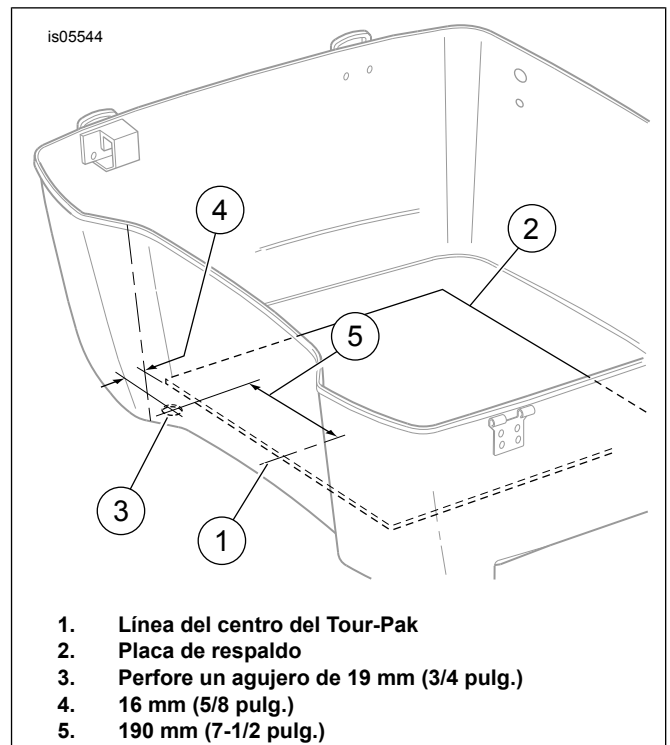
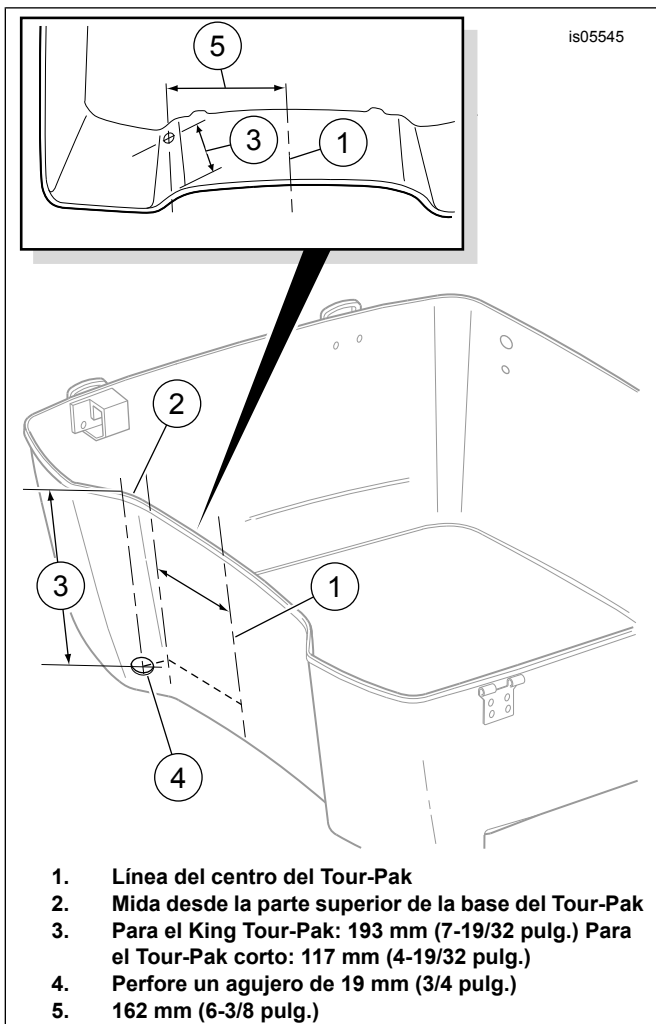

Figura 2. Ubicación de la perforación para el cable de la antena de CB (Tour-Pak tipo 1)
Figura 3. Ubicación de la perforación para el cable de la antena de CB (Tour-Pak tipo 2)
- a. Vea Figura 2. Mida y establezca el centro (1) de la placa de respaldo (2) que cubre el fondo del Tour-Pak.
- c. Vuelva a medir y marque el centro de la placa de respaldo (2) en el frente de la tira de cinta adhesiva y de nuevo cerca de la parte trasera. Dibuje una línea recta a través de las dos marcas.
- d. De frente a la cinta adhesiva, mida 190 mm (7-1/2 pulg.) (5) desde la línea del centro hacia el fondo en el lado derecho del Tour-Pak.
- g. Mida 16 mm (5/8 pulg.) (4) hacia delante desde el borde delantero de la placa de respaldo y dibuje una línea corta a través de la línea marcada en el paso anterior.
- j. Desde la parte inferior del Tour-Pak perfore un agujero de 19 mm (3/4 pulg.) (3), desde el exterior hacia el interior del Tour-Pak.
- l. Vea Figura 3. Mida y establezca el centro (1) en la parte delantera interior de la pared del Tour-Pak.
- o. De frente a la cinta adhesiva, mida 162 mm (6-3/8 pulg.) desde la línea del centro hacia el lado derecho delantero de la pared del Tour-Pak. No siga la curva de la pared, debe medir **atravesándola directamente**. Vea Figura 3 inserta.
- q. Vuelva a medir y marque la cinta adhesiva a 162 mm (6-3/8 pulg.) (5) **atravesándola directamente** desde la línea del centro, cerca de la parte superior de la cinta adhesiva y de nuevo cerca de la parte inferior de la tira. Dibuje una línea desde la marca superior hacia la marca inferior.
- r. **Para el King Tour-Pak:** Mida 193 mm (7-19/32 pulg.) (3) hacia abajo desde el borde superior del Tour-Pak. **Para el Tour-Pak corto:** Mida 117 mm (4-19/32 pulg.) (3) hacia abajo desde el borde superior del Tour-Pak. Dibuje una línea horizontal corta a través de la línea vertical.
- u. Desde el exterior del Tour-Pak perforo un agujero de 19 mm (3/4 pulg.) (4) a través del agujero guía hacia el interior.